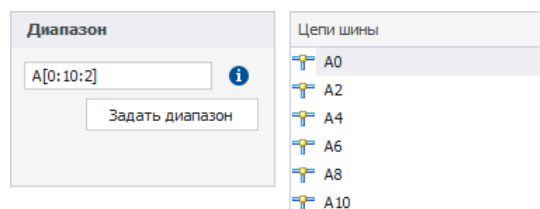

Рис. 182 Добавление диапазона - префикс, диапазон и шаг диапазона
- с шагом ввода диапазона – Prefix[Min:Max:N], где N – целое число, которое меньше или равно Max, см. Рис. 182.